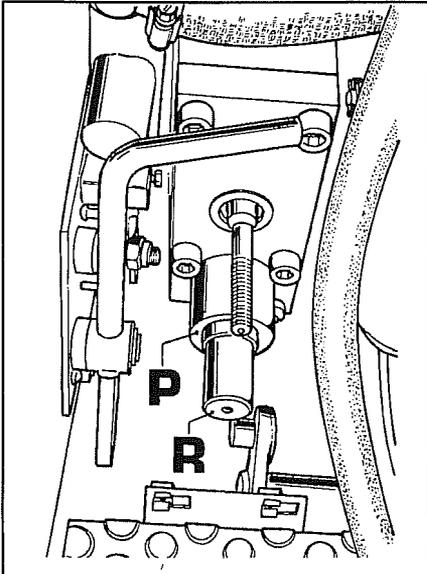

Fig. 17
c. Aplicar en la placa el casquillo **P** con diámetro interno 29 mm, luego insertar el centrador **R** (fig.17).